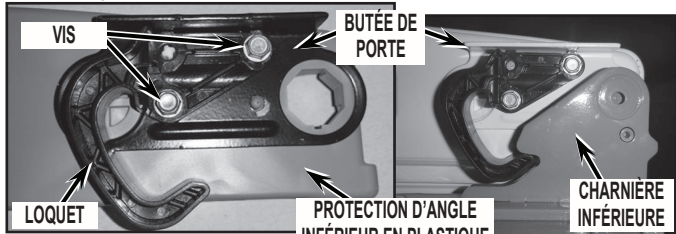

FIGURE 2
5. Enlever 2 vis utilisées pour tenir la butée de porte sur la porte et les jeter. Aligner la butée de porte et le loquet avec la protection d'angle inférieur en plastique et assembler à l'aide des vis fournies dans la trousse. Voir la *Figure 2*.
REMARQUE : Pour les portes qui ne sont pas munies d'une protection d'angle inférieur en plastique, n'utiliser que les charnières et vis de la trousse et jeter les loquets. Voir la *Figure 2*.
7. Replacer les pièces de la charnière inférieure tel qu'illustré à la *Figure 2*. Resserrer les vis. Replacer la porte du réfrigérateur.
12. Enlever 2 vis utilisées pour tenir la butée de porte sur la porte et les jeter. Aligner la butée de porte et le loquet avec la protection d'angle inférieur en plastique et assembler à l'aide des vis fournies dans la trousse. Voir la *Figure 2*.